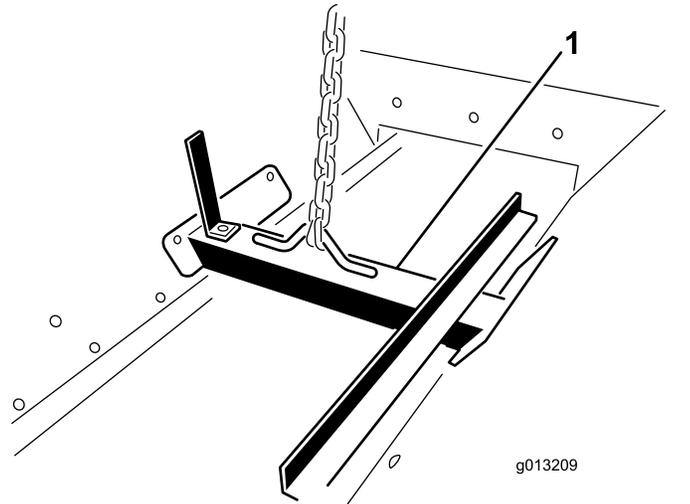

图 16
1. 请将提升装置安装到用螺栓固定到料斗组件内的提升支架上 图 16。